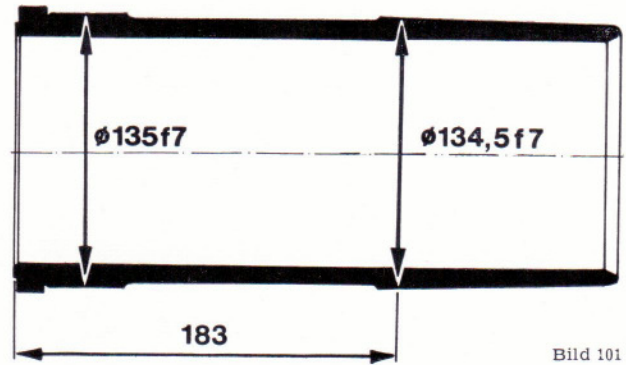

Bild 101
- Zylinderlaufbuchsen-Außendurchmesser mit einer Meßschraube kontrollieren (Bild 101).